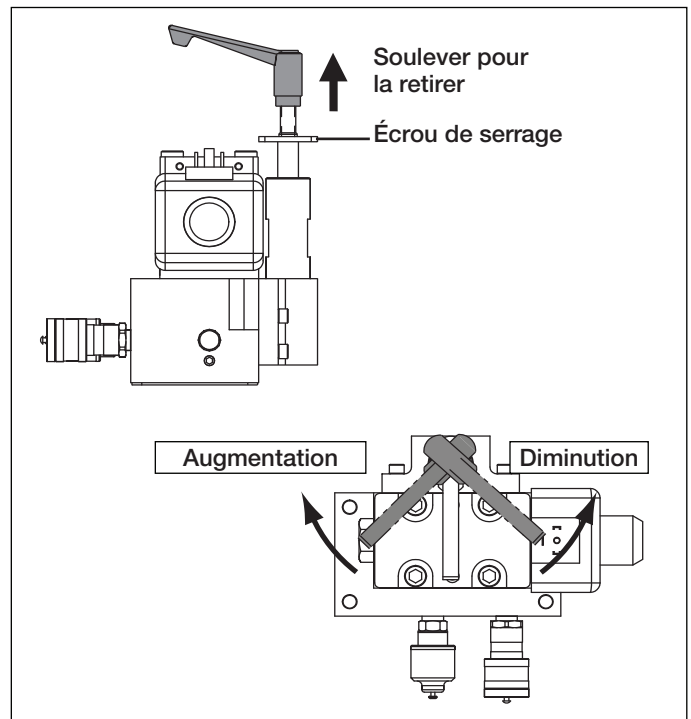

Figure 12, Clapet de décharge réglable par l'utilisateur (type)
2. Desserrer le contre-écrou de la soupape de sécurité. Voir figure 12.